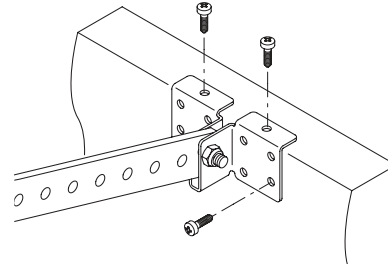

Fig.28
12. Voor de beste bevestiging is het aanbevolen om alle gaten in de beugel te gebruiken (10 schroeven) inclusief de bovenste, zie Fig.28.